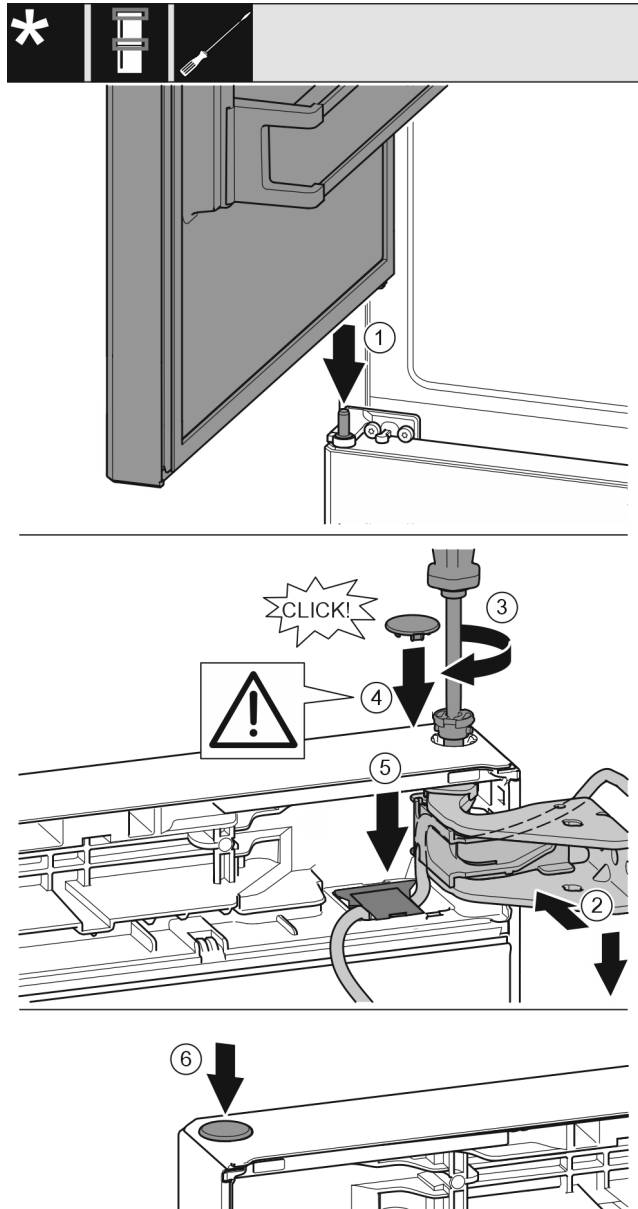

Fig. 42
- Obere Tür auf mittleren Lagerbolzen setzen Fig. 42 (1)
- Tür oben zur Öffnung im Lagerbock ausrichten. Fig. 42 (2)
- Bolzen einsetzen und mit Schraubendreher T15 festschrauben. Fig. 42 (3)
- Sicherungsabdeckung zur Sicherung der Tür montieren: Sicherungsabdeckung einsetzen und kontrollieren ob sie auf der Tür aufliegt. Ansonsten Bolzen vollständig einsetzen. Fig. 42 (4)
- Abdeckung einsetzen und nach unten drücken bis sie einrastet. Fig. 42 (5)
- Stopfen einsetzen. Fig. 42 (6)